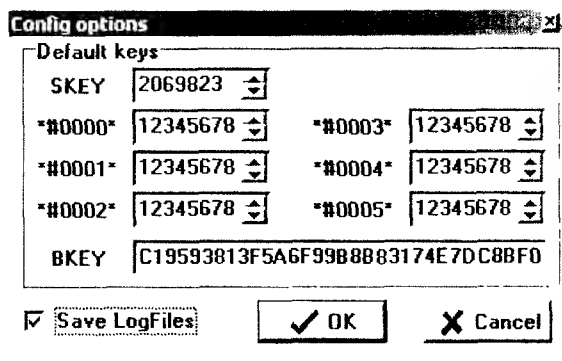

Рис. 1.3.2. Диалоговое окно настройки программы Joker
5. Если для телефона известны BKEY и SKEY, то для ввода их значений нажимают кнопку «Config» и указывают их в соответствующих полях ввода диалогового окна настройки (рис. 1.3.2), после чего нажимают кнопку «OK» данного окна. В диалоговом окне настройки можно изменить установленные по умолчанию значения MKEY (поля ввода «*000x»), а также включить/выключить сохранение протокола работы программы.